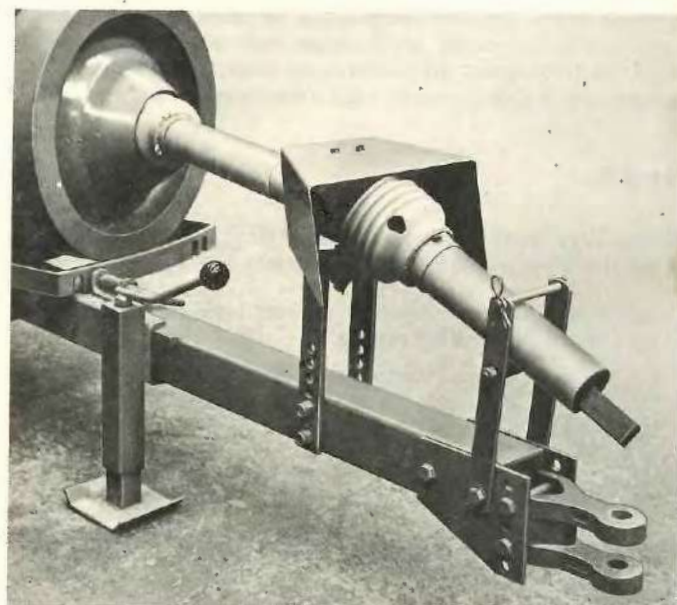

FIG.5
**Modèle Super** — Pendant le transport, l'arbre de transmission de la prise de force devra être détaché du tracteur. Déposer la section avant de l'arbre, et la transporter séparément sur la presse. L'autre section de l'arbre devra être maintenue dans la ferrure de transport comme montré à la Figure 5.